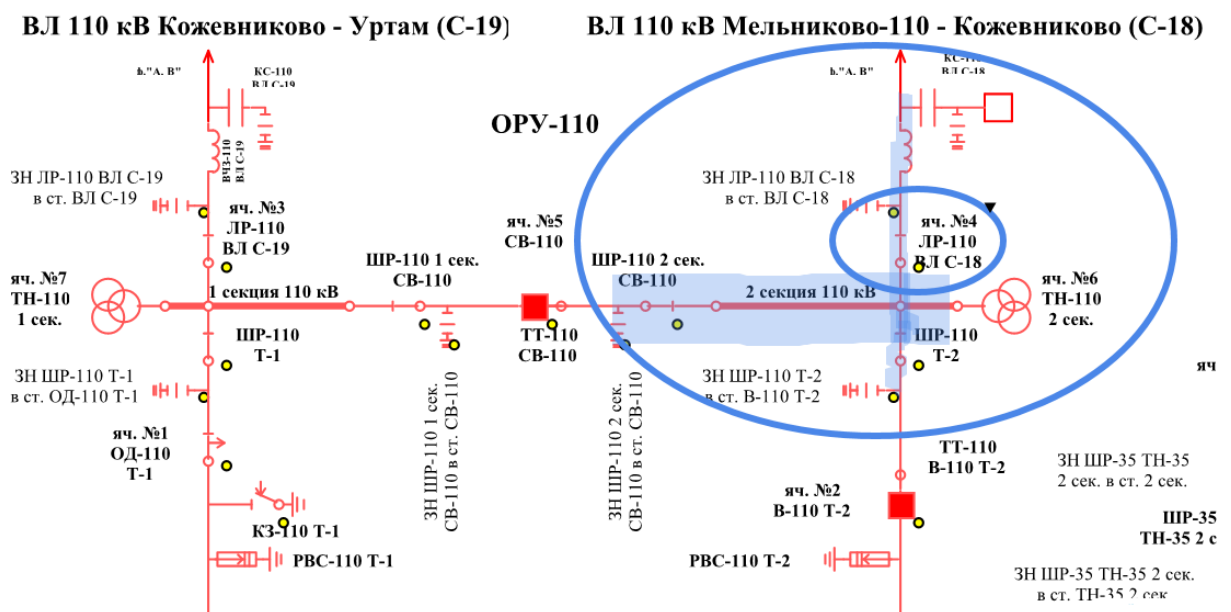

Рисунок 4 Схема ПК "Кожевниково"
6. При производстве оперативных переключений по выводу П сш-110 кВ ПК "Кожевниково" (Рисунок 4) обнаружен дефект (трещина) изолятора ЛР-110кВ С-18.